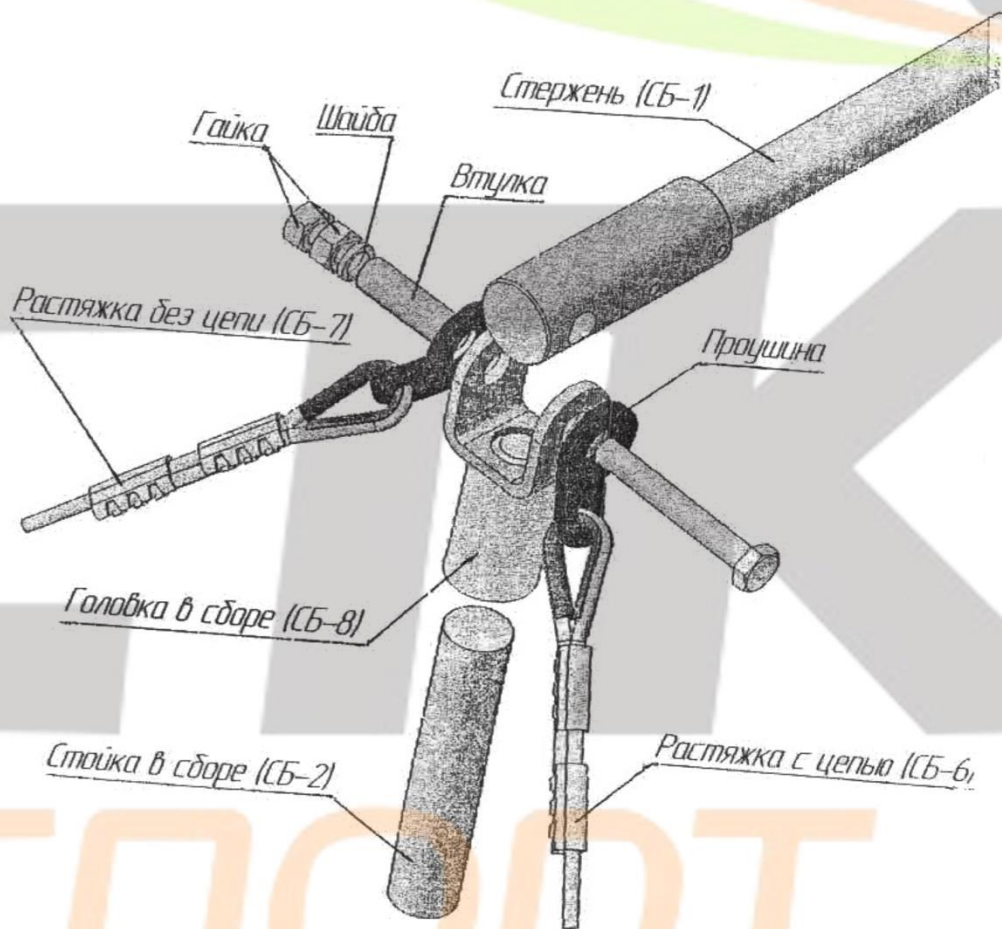
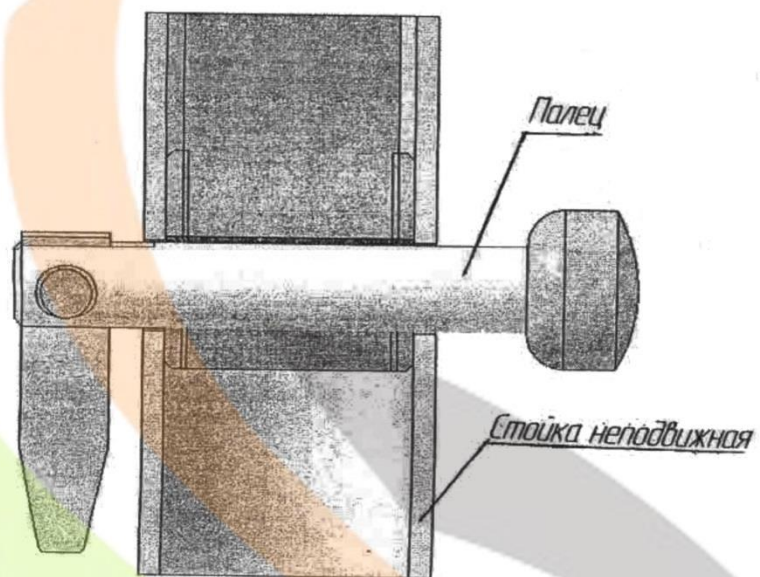

Рис. 2 Сборка шарнирного узла
Рис. 3 Узел регулировки высоты перекладины
2. Стойки перекладины состоят из неподвижной и подвижной частей. Неподвижные стойки опираются на подставки и крепятся болтом. В подвижные стойки вставляются головки шарнирно-соединяющиеся с наконечниками стержня СБ-1 (см. рис. 2). Регулировка высоты стержня от пола обеспечивается пальцами, входящими в отверстия неподвижных стоек. Диапазон высоты поднятия стержня от пола – от 1450мм до 2550 мм (см. рис. 3).
4. Установите растяжки на головках стержня. Для этого выньте болты из головок (см. рис. 2). Наденьте на болты с канатами и цепями и закрепите на головках так, чтобы короткие канаты СБ-7 располагались по диагонали друг к другу.
7. Для установки перекладины необходимо: удалить пальцы, соединяющие подвижные и неподвижные стойки (см. рис. 3), установить перекладину на необходимую высоту, зафиксировать пальцы и натянуть растяжки вращением талрепов.